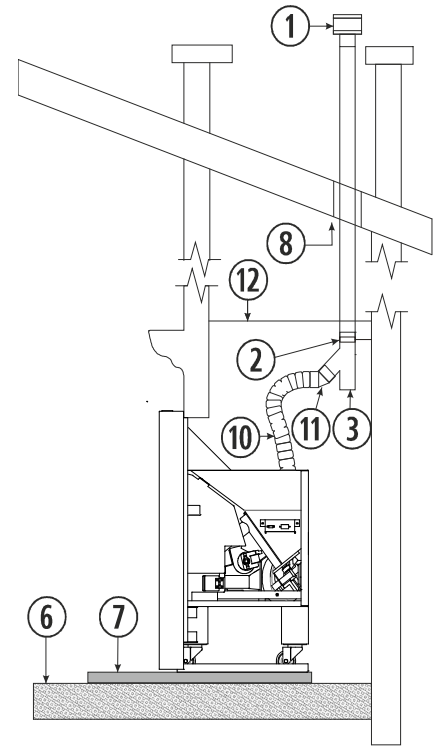

Figura 8
**4.43.** En el caso de los encastrables Eco II y Kerala (*figura 8*) no será necesario instalar una "Te" y un codo de 45 ya que el tubo sale en vertical y el propio colector de los encastrables van provistos de registros de limpieza. Aunque siempre es recomendable incluir la "Te" en la instalación, como se indica en la *figura 8*.
①	Sombrerete antiviento.
②	Abrazadera de sujeción de acero inoxidable.
③	Te de 135° con registro.
⑥	Suelo de madera.
⑦	Protector del suelo no combustible.
⑧	Separación de 80 milímetros.
⑩	Tubo flexible acero inoxidable.
⑪	Manguito adaptador rígido-flexible.
⑫	Tapa metálica.